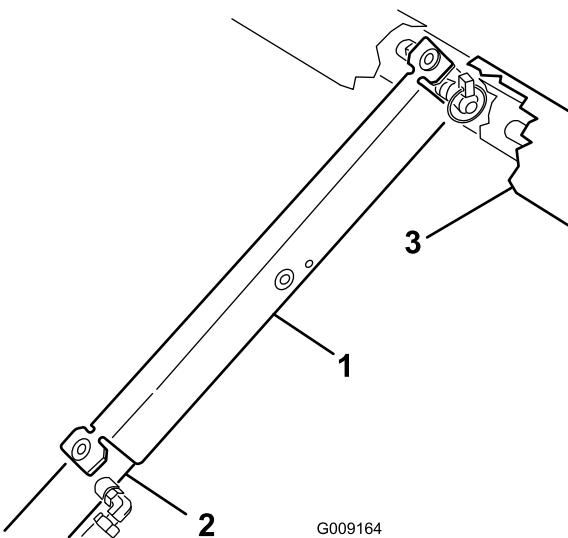

Bild 12
- Schieben Sie die Ladepritschenstütze auf die Zylinderstange. Achten Sie darauf, dass die Stützenendnasen auf dem Ende der Zylindertrommel und auf dem Ende der Zylinderstange aufliegen (Bild 12).